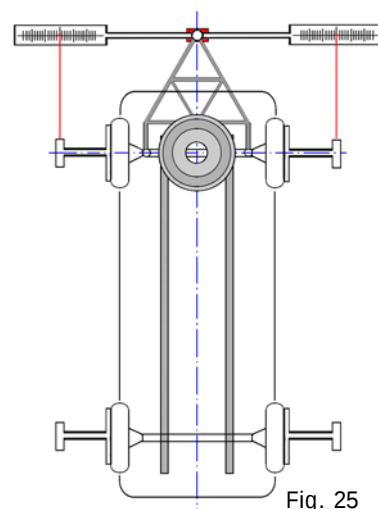

Fig. 25
- Orientare le testine di misurazione laser verso sinistra e verso destra sulle scale di convergenza sul timone. (Fig. 25)